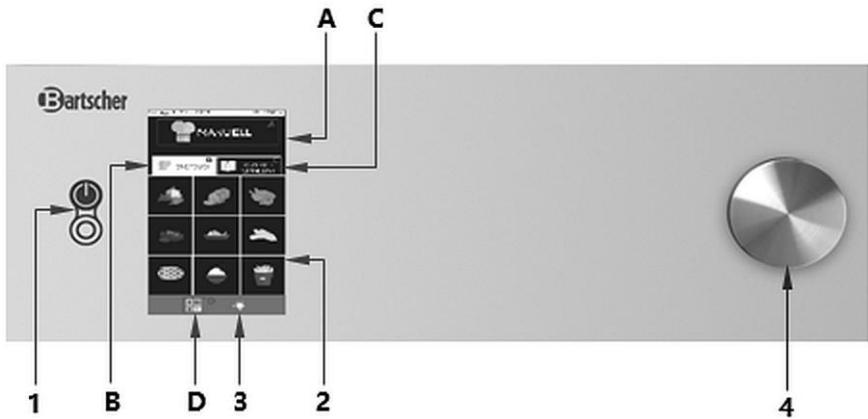

Fig. 7
Allumer l'appareil en appuyant sur la touche Marche/Arrêt (1, Fig. 7).
- L'éclairage intérieur s'allume par une pression sur la touche correspondante (3 Fig. 7), il s'éteint ensuite après 45 secondes s'il n'est pas éteint avant à l'aide de la touche correspondante.
1. Allumer l'appareil en appuyant sur la touche Marche/Arrêt (1, Fig. 7) sur le panneau de commande.
Le panneau de commande est équipé d'un bouton de réglage rotatif (4, Fig. 7).
1. Allumer l'appareil à l'aide de la touche Marche/Arrêt (1, Fig. 7).
1. **Appuyer** sur le champ correspondant pour modifier les paramètres de cuisson, comme p.ex. la température et **tourner** le bouton de réglage rotatif (4, fig. 7), pour afficher la température voulue.
2. Confirmer les modifications en appuyant de nouveau sur le paramètre ou en pressant le bouton de réglage rotatif (4, Fig. 7).
À partir de la page HOME, en appuyant sur « Manuelle » (A, Fig. 7) il est possible d'accéder au réglage des paramètres du processus de cuisson.